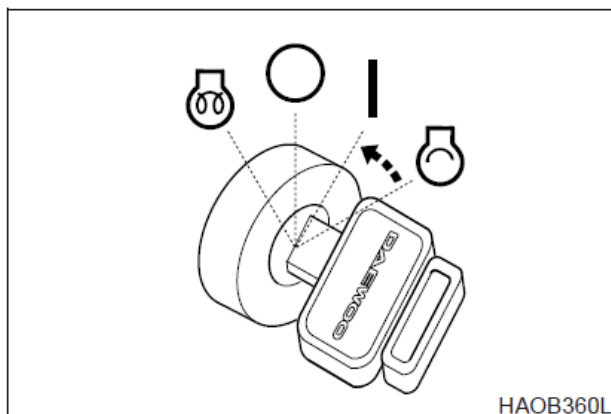

Рис. 7
5. После того, как двигатель запущен, отпустить ключ. Ключ вернется в положение "I" (Включен), рис.7.